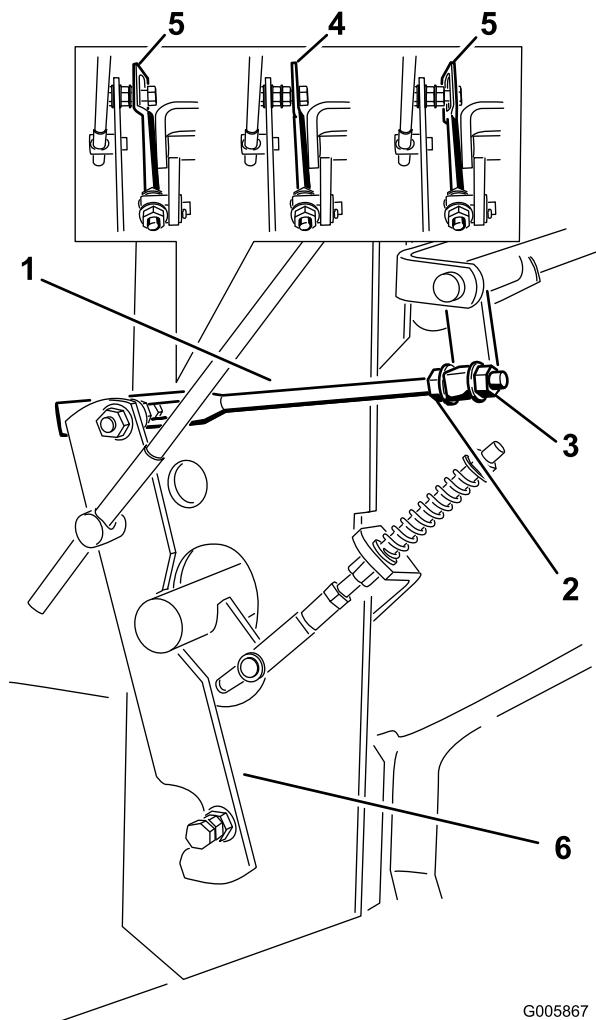
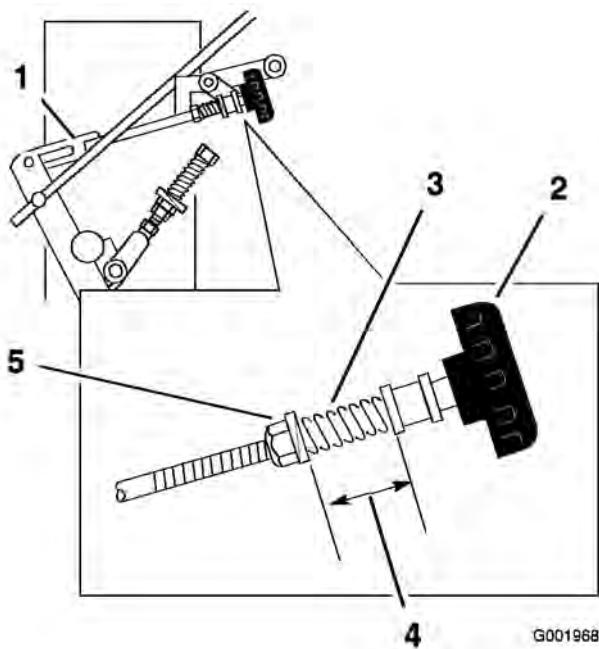
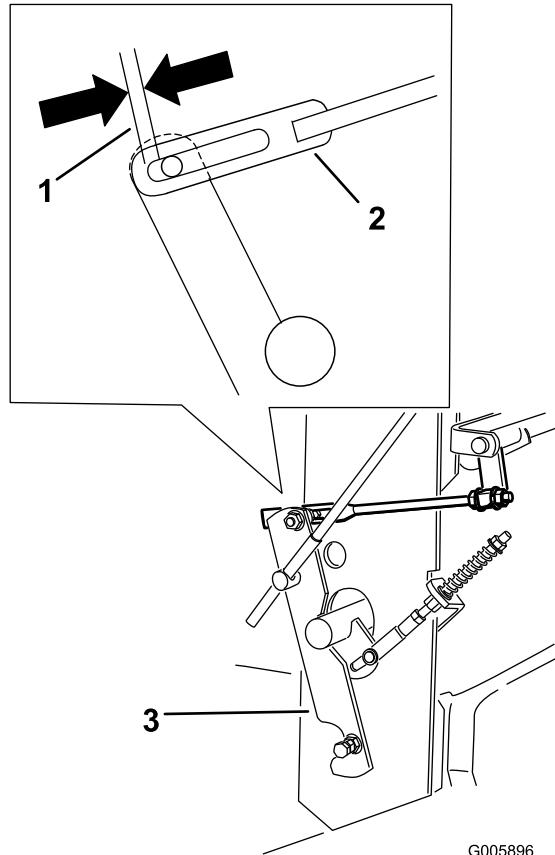

Figure 48
Figure 50
Figure 51
9. Desserrez l'écrou de réglage avant sur la timonerie de commande hydraulique gauche, comme illustré à la Figure 48.
10. Tournez l'écrou de réglage gauche dans le sens anti-horaire jusqu'à ce que la roue tourne en avant (Figure 48).
opération jusqu'à ce que la roue gauche arrête de tourner en avant (Figure 48).
Remarque: La partie plate de la timonerie doit être perpendiculaire à la goupille du pivot (Figure 48).
15. Serrez l'écrou avant sur la timonerie de commande hydraulique gauche, comme illustré à la Figure 48.
4. Réglez la timonerie droite en tournant le bouton Quick-Track dans le sens anti-horaire jusqu'à ce que la roue commence à tourner en avant (Figure 50).
5. Tournez le bouton dans le sens horaire 1/4 de tour à la fois. Déplacez ensuite le levier de changement de vitesse en avant et ramenez-le au point mort. Répétez cette opération jusqu'à ce que la roue droite arrête de tourner en avant (Figure 50).
- réglez la longueur du ressort à 26 mm (1") entre les rondelles (Figure 50).
- Pour régler la longueur du ressort, tournez l'écrou à l'avant du ressort (Figure 50).
- Mesurez l'espace comme illustré à la Figure 51 sur les côtés gauche et droit. Aucun réglage n'est nécessaire si l'espace est identique des deux côtés.
- Au besoin, réglez la timonerie droite en tournant le bouton Quick-Track jusqu'à ce que l'espace illustré à la Figure 51 corresponde au côté gauche (Figure 50).
- Au besoin, réglez la timonerie gauche en ajustant les écrous de pivot avant et arrière jusqu'à ce que l'espace illustré à la Figure 51 corresponde au côté droit (Figure 48).